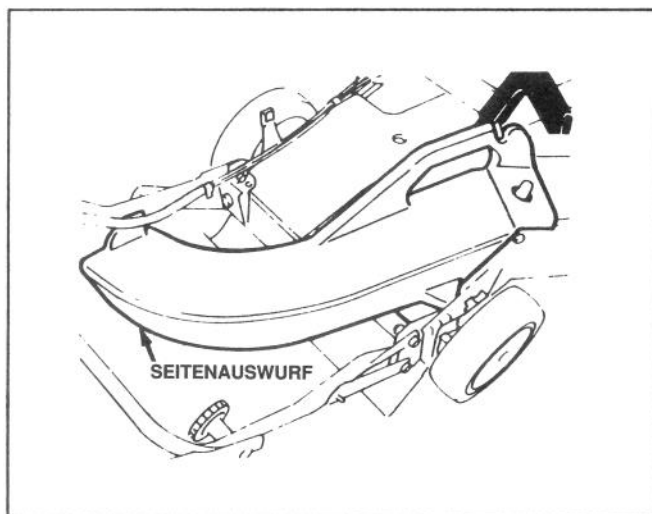

Abb. 31
**1. Seitlicher Auswurf, Modell-Nr. 59168** – In wenigen Sekunden zu montieren. Er wird hinten anstelle des Grasfangsacks montiert und verteilt Grasreste, während Sie auf beiden Seiten nachschneiden (Abb. 31).